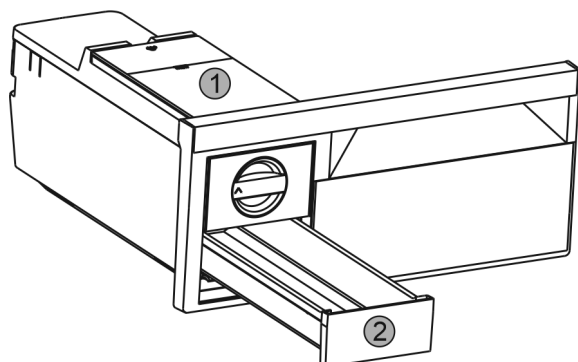

Fig. 55
- Rimuovere il serbatoio dell'acqua Fig. 55 (1) e il cassetto dei cubetti di ghiaccio Fig. 55 (2).